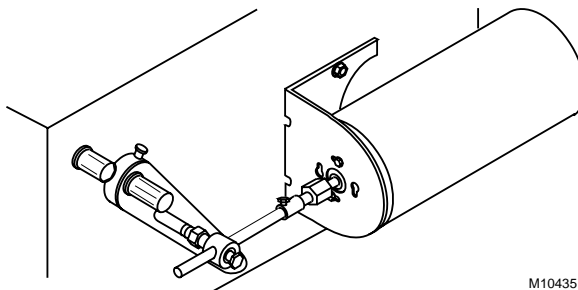

Fig. 6. Montage externe sur support à angle.
- g. Fixer l'accouplement à l'actionneur et à l'axe de commande du registre. (voir la Fig. 6).